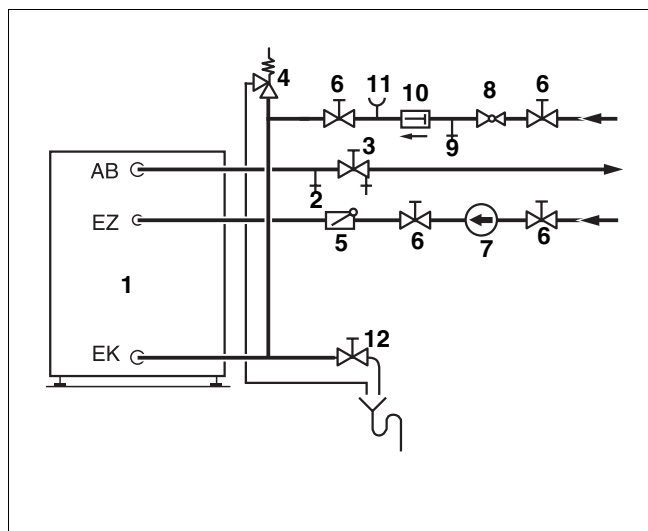

Fig. 3 Instalația și echiparea conductelor de apă potabilă
Instalația și echiparea conductelor de apă rece sunt conform (fig. 3) și cu respectarea prescripțiilor sau dispozițiilor legale. Toate legăturile la acumulatorul de apă caldă se execută prin îmbinări filetate.
- Ventilul de aerisire se montează pe conducta de apă caldă înaintea ventilului de închidere (fig. 3).